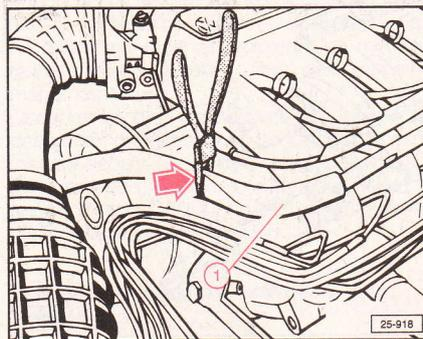

Fig. 4.65
Comprimir la manguera (1) (Fig. 4.65).